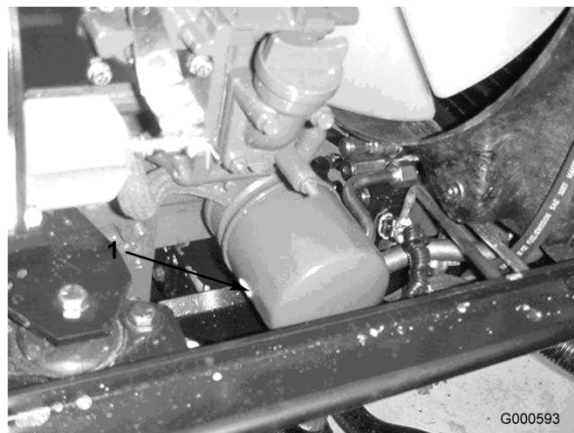

Figura 32
2. Togliete il filtro dell'olio (Figura 32). Applicare un velo di olio pulito sulla tenuta del nuovo filtro prima di avvitarla. Non serrate troppo.